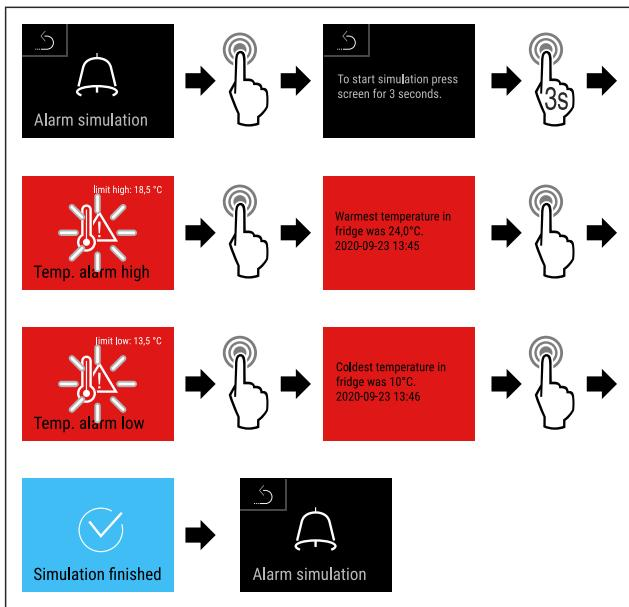

Fig. 155
- Seguir los pasos de procedimiento (consulte Fig. 155).